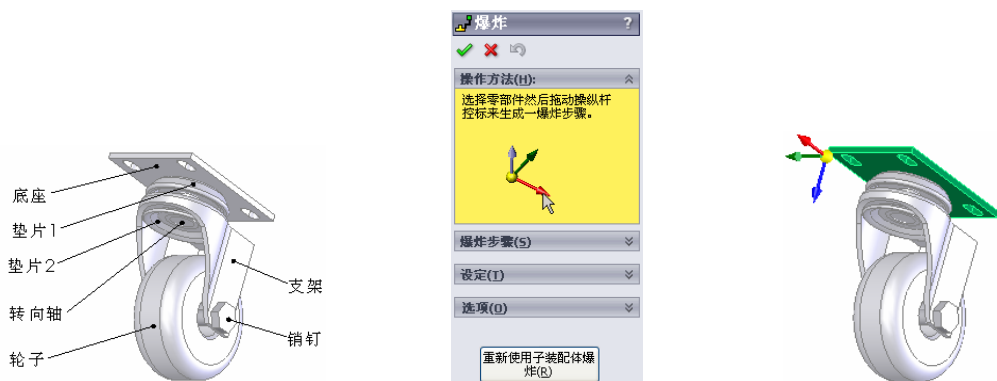

图 11-94 “移动轮”装配体文件 图 11-95 “爆炸”属性管理器 图 11-96 选择零件后的装配体
❶ 打开装配体文件。打开“移动轮”装配体文件，如图 11-94 所示。“移动轮”装配体文件的“FeatureManager 设计树”如图 11-92 所示。
③ 设置属性管理器。在“设定”复选框中的“爆炸步骤零部件”一栏中，用鼠标单击图 11-94 中的“底座”零件，此时装配体中被选中的零件被亮显，并且出现一个设置移动方向的坐标，如图 11-96 所示。